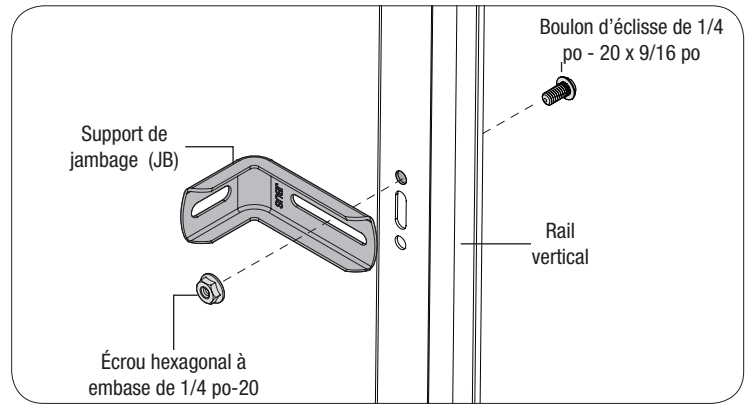

FIGURE 2.1
Fixez, sans serrer, le support de jambage (JB) sur le rail à l'aide de 1 boulon d'éclisse de 1/4 po - 20 x 9/16 po et de 1 écrou hexagonal à embase de 1/4 po - 20, comme indiqué dans les **FIGURES 2.1** et **2.2**.